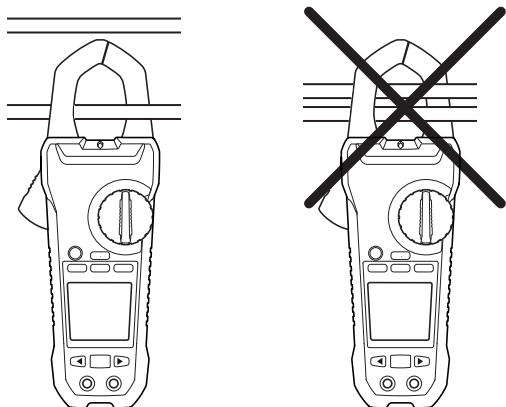

Fig. 5.1 Ne jamais enserrer plus d'un seul conducteur à la fois !
Lorsque vous mesurez un courant à l'aide de la pince multimètre, il faut enserrer seulement un seul conducteur dans les mâchoires - voir la figure 5.1.
5. Appuyez sur la gâchette de déblocage des mâchoires pour les ouvrir. Enserrez un conducteur seulement - se reporter à la figure 5.1. Pour obtenir des mesures optimales, veuillez centrer le conducteur dans les mâchoires.
3. Appuyez sur la gâchette pour ouvrir les mâchoires de la pince. Enserrez correctement un seul conducteur - voir la figure 5.1. Pour obtenir des mesures optimales, veuillez centrer le conducteur dans les mâchoires.